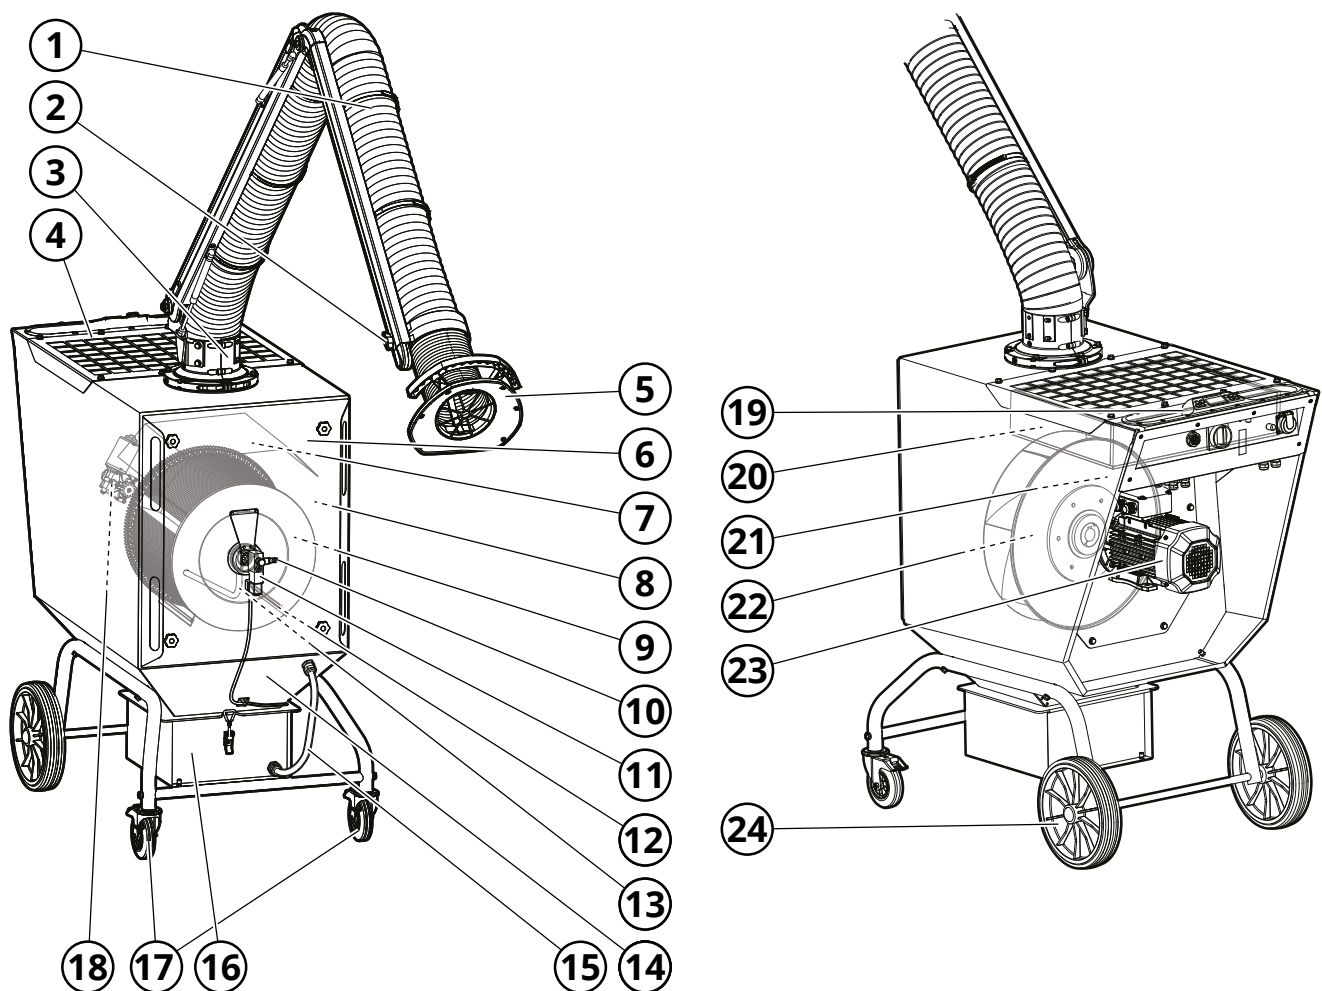

Fig. 2
Voir la Fig. 2.
L'air pollué est aspiré via le dispositif d'extraction locale (1, **Fig. 2**) vers le côté sale de la machine (8), où il est nettoyé à travers la cartouche de filtre (9). Le degré de filtration est de $\geq 99\%$ pour la pollution par poussière et fumée générée par le soudage de l'acier fortement allié, comme par exemple l'acier avec une teneur en chrome et nickel de 30 %. L'air nettoyé est ensuite aspiré par la turbine du ventilateur (22) et éjecté depuis le côté propre de l'unité de filtre (21) à travers la grille de sortie (4).